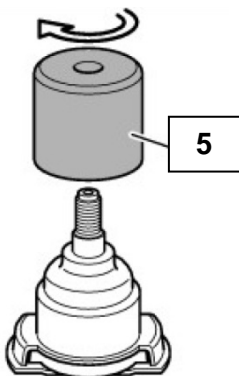

Fig. 4
2. Vissez la douille de guidage (5) par-dessus le manchon en caoutchouc sur le goujon d'articulation (voir Fig. 4).